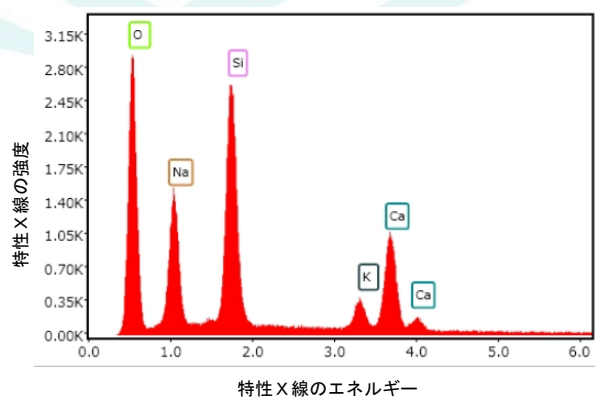

図 2 アルカリシリカゲルの EDS 分析
EDS による元素組成分析を行うと、ケイ素 (Si) を主成分とし、ナトリウム (Na)、カリウム (K) 等を含みます (図 2)。